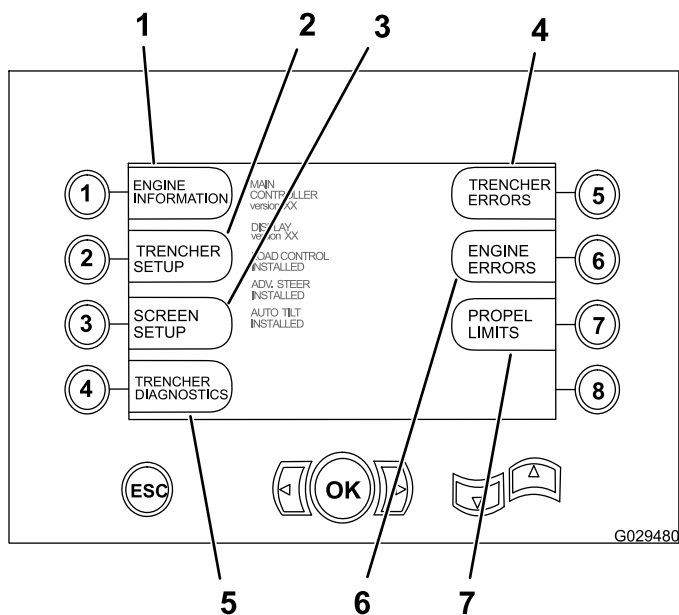

Figura 36
Per accedere alla schermata di selezione principale, premete e rilasciate i pulsanti freccia in su e freccia in giù (Figura 36) contemporaneamente. Questa schermata consente all'utente di scegliere tra le schermate funzione illustrate nella Figura 36.
1. Dalla schermata di selezione principale, premete il pulsante numero 7 per accedere alle impostazioni per la funzione di limite di trazione; fate riferimento a Figura 36 in Accesso alla schermata di selezione principale (pagina 33).